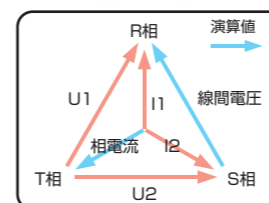

図1 線間電圧/相電流
■線間電圧/相電流:三相3線結線のとき、測定していない線間電圧と相電流を演算(図1)